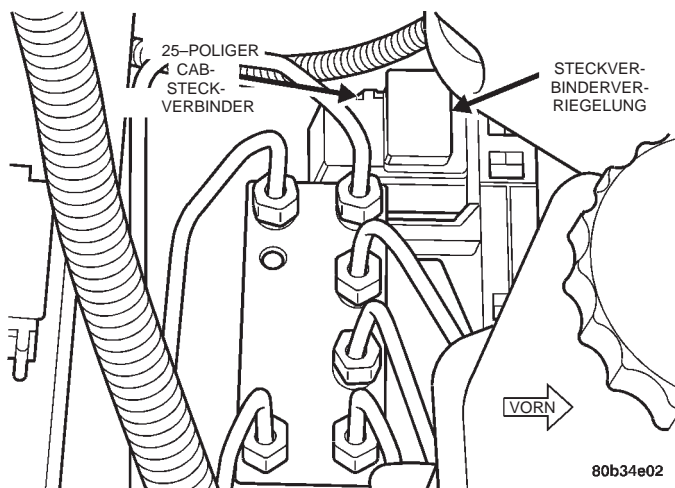

Abb. 13 Verriegelung des 25-poligen CAB-Steckverbinders
(10) Den 25-poligen Kabelbaumsteckverbinder wie folgt vom CAB abziehen: Verriegelung des 25-poligen Steckverbinders greifen und so weit wie möglich aus dem Steckverbinder herausziehen (Abb. 13). Hierdurch wird der Steckverbinder entriegelt und aus der Buchse am CAB herausgedrückt.
(5) Den 25-poligen Steckverbinder in die Buchse am CAB einstecken. Der Steckverbinder wird wie folgt angeschlossen: Den 25-poligen Steckverbinder in die Buchse am CAB einsetzen und vorsichtig so weit wie möglich eindrücken. Wenn der Steckverbinder richtig in der Buchse am CAB sitzt, die Steckverbinderverriegelung (Abb. 13) so weit wie möglich eindrücken. Hierdurch wird der Steckverbinder in die Buchse am CAB hineingezogen und in der richtigen Stellung verriegelt.